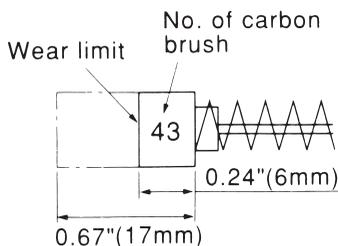

Fig. 4
4. Inspección de la escobillas (Fig. 4)
NOTA: Utilice las escobillas HITACHI Núm. 43 indicadas en la Fig. 4.